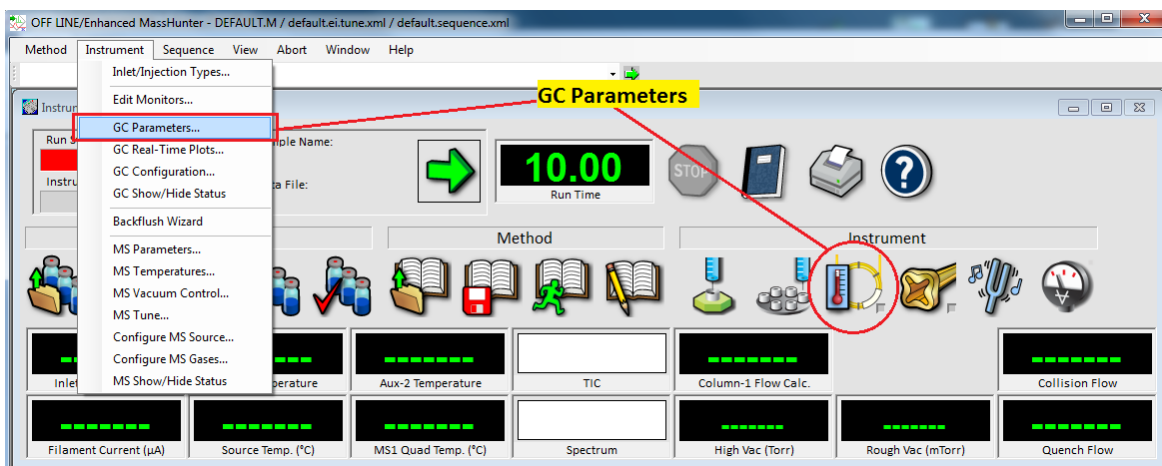

Figura 18. Parámetros de configuración del GC.
8.5.1. Editar los parámetros de configuración del cromatógrafo de gases. Ingrese desde el *Instrument control MassHunter Data Acquisition program* al menú **Instrument > GC Parameters**. En el panel izquierdo dar click en **Configuration**, también se puede ingresar desde el ícono del **GC Parameters** como se muestra en la **Figura 18**. Se deben establecer las condiciones de los opciones de **Miscellaneous**, **Columns**, **Modules** y **ALS**.